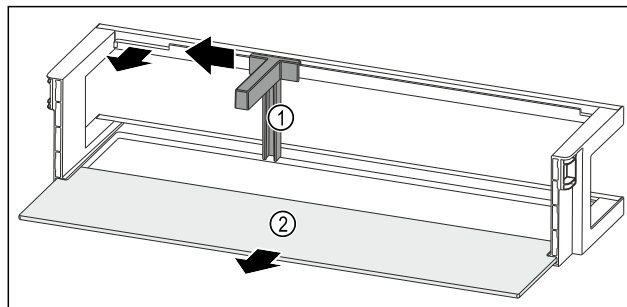

Fig. 128 Дверная полка с держателем для бутылок и съемной полкой
- ▶ Сместите держатель для бутылок Fig. 128 (1) до выемки в сторону.
- ▶ Извлеките держатель для бутылок Fig. 128 (1).
- Извлеките съемную полку Fig. 128 (2).